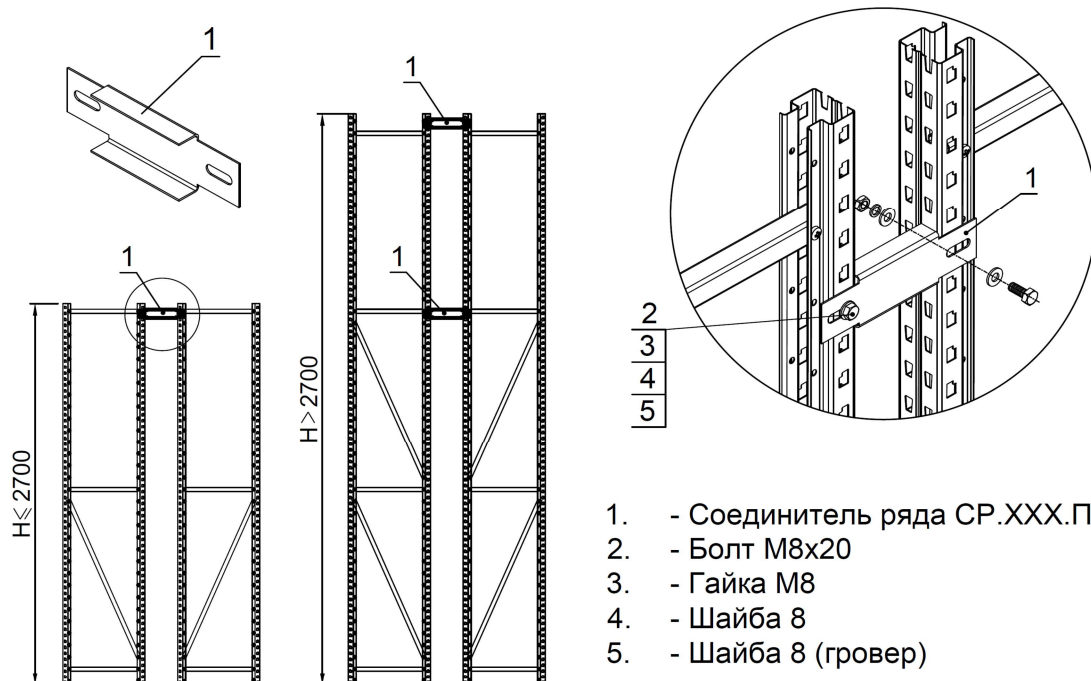

Рис. 4
1.1.5. При установке стеллажей в два параллельных ряда, установку второго ряда проводят в аналогичной последовательности. Нивелировку второго ряда выполнить относительно первого установленного ряда, предварительно соединив парные стойки соединителем рядов (см. рис. 4)